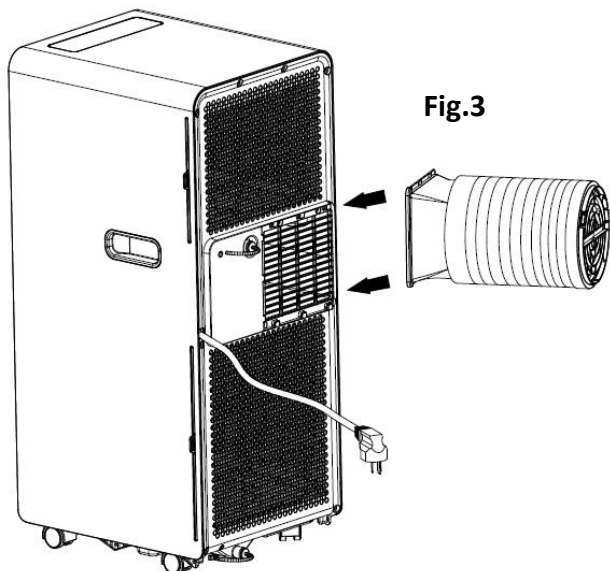

Fig.3
- Alineu i inseriu el connector de la mànega (extrem de l'aire condicionat) als suports de la part posterior de la unitat. **(Fig. 3)**